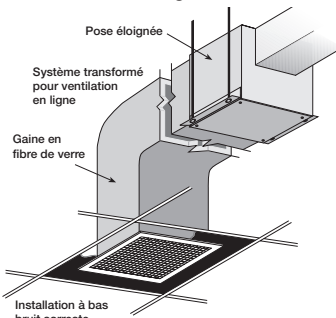

Figure 9
4. Pour les applications à bas bruit, il est conseillé d'utiliser des gaines en panneau de fibre de verre plutôt que des gaines en métal afin de réduire le bruit de la soufflante, voir Figure 9. Lorsqu'une gaine métallique est utilisée, la transmission acoustique peut être réduite au moyen de raccords flexibles entre le caisson et la gaine, voir la Figure 10.